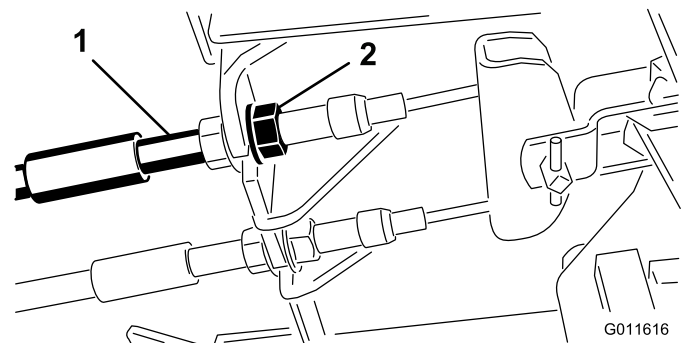

Figure 70
1. Pour réduire la garde aux pédales de frein, serrez les freins en desserrant l'écrou avant sur l'extrémité fileté du câble de frein (Figure 70).